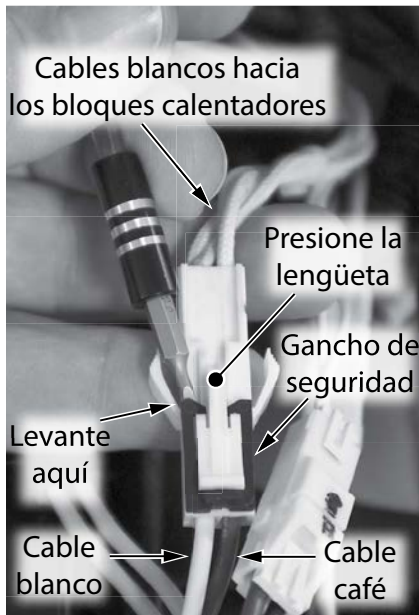

Figura 34 - Desconecte el cableado del bloque calentador largo de la placa de control.
- 12** Ubique la conexión de cables entre el conjunto de bloque calentador largo y el reverso de la placa de control. Para desconectar, retire suavemente el gancho de seguridad con un minipico o con la uña. Empuje la lengüeta como se muestra en la Figura 34. Separe los mazos de cables. Deje el gancho de seguridad a un lado en un lugar seguro para volver a instalarlo.